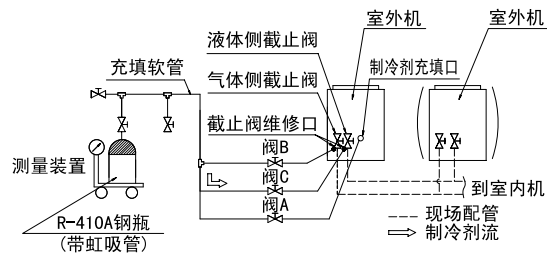

图2
- 打开阀 C (请参见图 2。必须保持阀 A、B 及液体侧截止阀和气体侧截止阀关闭), 从液体侧截止阀维修口充填“追加充填量”的制冷剂。